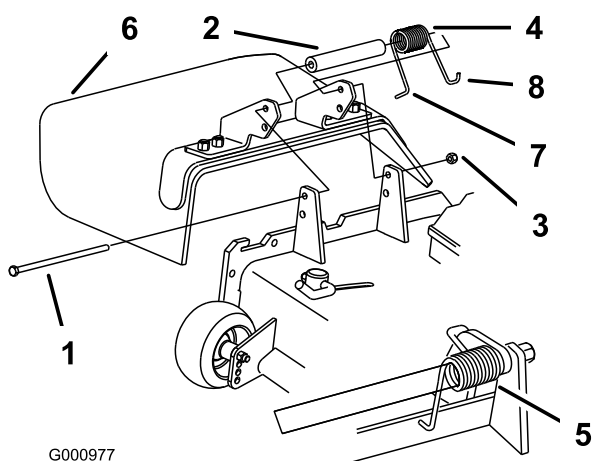

Bild 36
1. Entfernen Sie die Sicherungsmutter, Schraube, Feder und das Distanzstück, mit denen das Ablenklech an den Drehhalterungen befestigt ist (Bild 36). Entfernen Sie defekte oder abgenutzte Ablenkleche.
Hinweis: Stellen Sie sicher, dass sich das L-Ende der Feder hinter der Mähwerkkante befindet, bevor Sie die Schraube einführen, siehe Bild 36.
3. Setzen Sie die Schraube und Mutter ein. Führen Sie das J-förmige Hakenende der Feder um das Ablenklech (Bild 36).